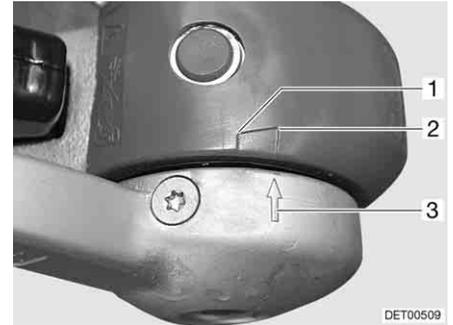

Bild 210 Reibbeläge
- Wenn der Pfeil an der Druckscheibe (Bild 210,3) vor oder an der Markierungsfläche (Bild 210,2) steht, sind die Reibbeläge noch im Neuzustand.
- Wenn der Pfeil an der Druckscheibe innerhalb der Markierungsfläche (Bild 210,1 bis 2) steht, sind die Reibbeläge leicht abgenutzt.
- Wenn der Pfeil an der Druckscheibe am Ende der Markierungsfläche (Bild 210,1) steht oder sie überschreitet, sind die Reibbeläge abgenutzt.